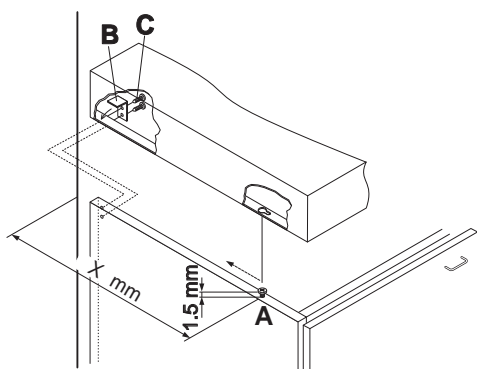

Fig. 4
**Pour la fixation des tables, procédez comme suit (fig. 4) :**